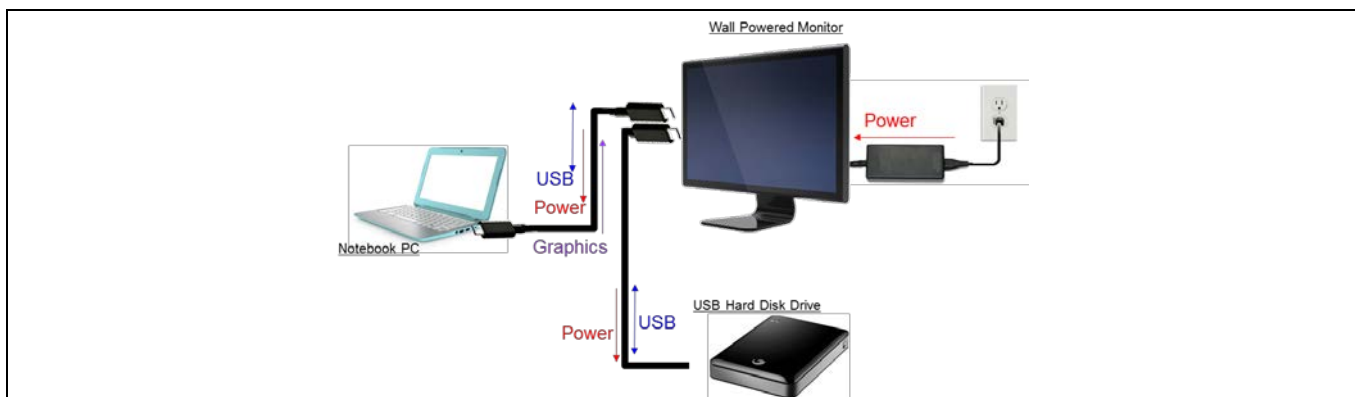

Figure 7 USB-PD—デスクトップ用電源アダプタ
USB パワー デリバリー (PD) は、新しい USB 標準であり、この標準では VBUS の給電能力が 7.5W から 100W (電圧／電流が 20V/5A の時) に増加します。USB パワー デリバリー標準では、電源の方向は固定ではありません。ホストとデバイスの両方はプロバイダー (VBUS を介して電源を吐き出す Type-C ポート) あるいはコンシューマー (VBUS から電源を吸い込む Type-C ポート) として機能することができます。例えば **Figure 7** に示すようにモニターはウォールチャージャーから電源供給される一方ノート PC とハードディスクドライブに電源供給することができます。